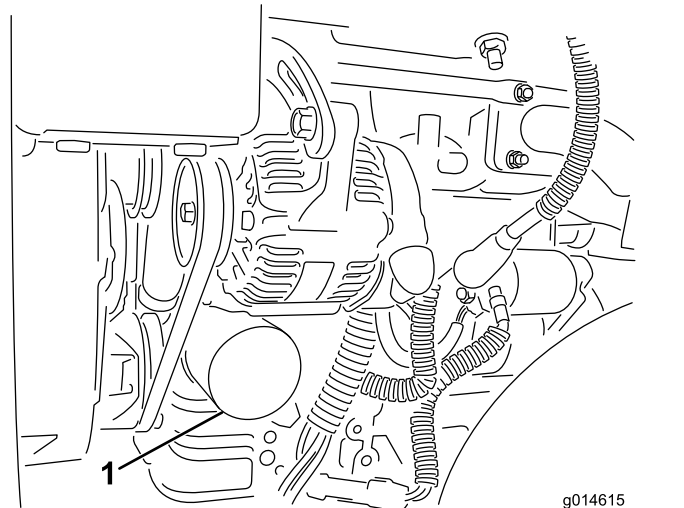

Bild 33
2. Entfernen Sie den Ölfilter (Bild 33). Ölen Sie die neue Dichtung am Ölfilter leicht mit frischem Öl ein.